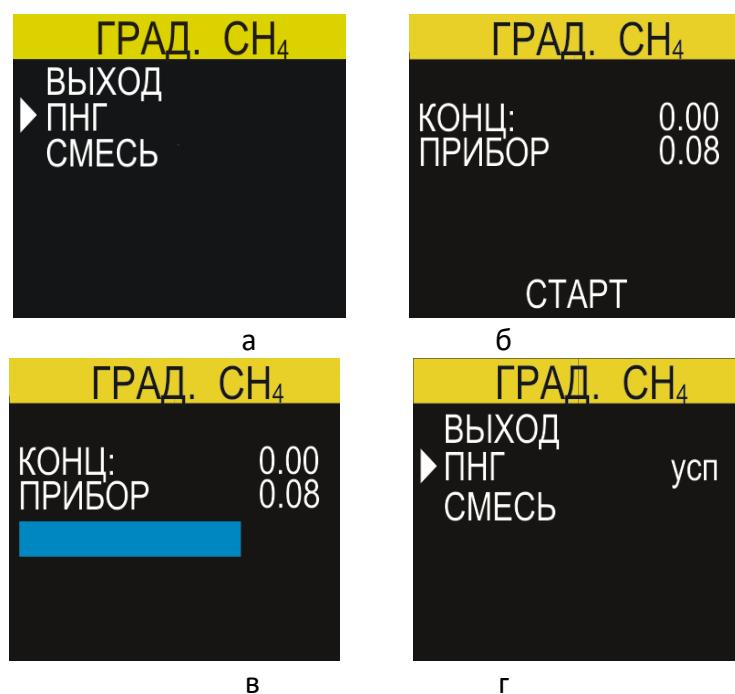

Рисунок 24 - Меню градуировки метана. Выставление "нуля"
3.8.5 Далее необходимо провести калибровку "нуля". Для чего выбрать в меню градуировки строку "ПНГ" и нажать кнопку "OK" (рисунок 24а). На дисплее отобразится содержание метана в ПНГ-азот ("КОНЦ.") и текущие показания прибора по каналу метана ("ПРИБОР") - см. рисунок 24б.
3.8.6 Начать подачу ПНГ-азот через насадку прибора и нажать кнопку «OK» для начала градуировки. Расход ПНГ-азот необходимо контролировать ротаметром в пределах $0,5 \pm 0,2$ л/мин. Подавать ПНГ-азот необходимо в течение времени, равному утроенному значению $t_{0,9}$ для выбранного газа (для метана - 90 сек, для остальных газов - 180 сек) до тех пор, пока не исчезнет полоса загрузки (рисунок 24в), а дисплей не вернется на первый этап градуировки (рисунок 24г).